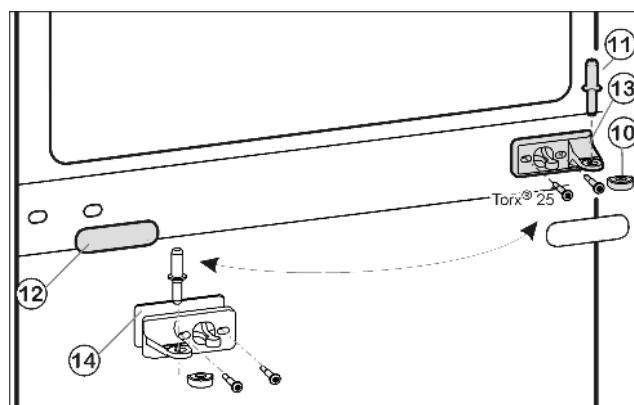
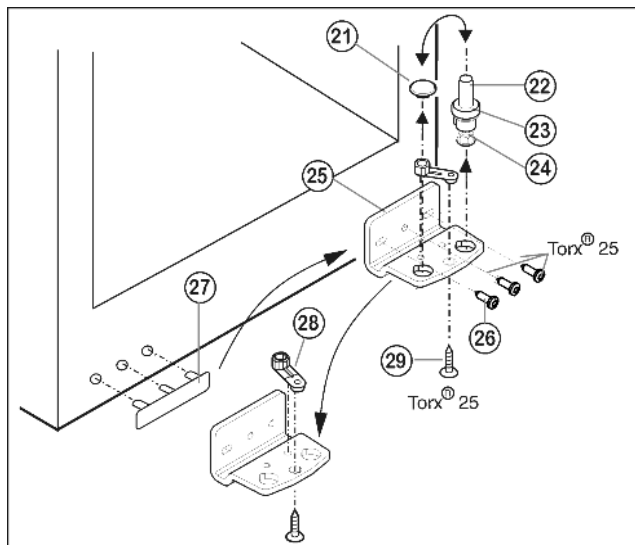

Fig. 5
Fig. 6
- ▶ Вытащите из опорного кронштейна и нижней дверцы средний опорный винт Fig. 5 (11).
- ▶ Снимите пластмассовый колпачок Fig. 5 (10).
- ▶ Открутите средний опорный кронштейн Fig. 5 (13) (2 шт. Torx® 25).
- ▶ Осторожно снимите накладку Fig. 5 (12).
- ▶ Прикрутите средний опорный кронштейн Fig. 5 (13) с подкладкой Fig. 5 (14) с поворотом на 180° на новую сторону шарнира (с моментом 4 Нм).
- ▶ Защелкните накладку Fig. 5 (12), повернув на 180°, на стороне, где теперь будет ручка.
- Извлеките опорный винт Fig. 6 (22) в комплекте с шайбой Fig. 6 (23) и регулируемой опорой Fig. 6 (24), вытягивая его вверх.
- Снимите пробку Fig. 6 (21).
- Открутите Fig. 6 (26) опорный кронштейн Fig. 6 (25).
- Открутите Fig. 6 (29) опорную деталь Fig. 6 (28) и, переставив в отверстие на противоположной стороне опорного кронштейна, снова прикрутите.
- Осторожно снимите и переставьте на противоположную сторону крышку со стороны ручки Fig. 6 (27).
- Снова прикрутите опорный кронштейн Fig. 6 (25) на новой стороне шарнира (**с моментом 4 Нм**). При необходимости используйте аккумуляторный шуруповерт.
- Переставьте пробку Fig. 6 (21) в свободное отверстие.
- Вновь установите опорный винт Fig. 6 (22) в комплекте с шайбой и регулируемой опорой. При этом фиксатор должен быть направлен назад.
- Установите нижнюю дверцу сверху на нижний опорный винт Fig. 6 (22).
- Снова наденьте пластмассовый колпачок Fig. 5 (10) на средний опорный кронштейн Fig. 5 (13).
- Вставьте средний опорный винт Fig. 5 (11) на новой стороне шарнира через средний опорный кронштейн Fig. 5 (13) в нижнюю дверцу.
- Установите верхнюю дверцу на средний опорный винт Fig. 5 (11).
- При необходимости выровняйте дверцы через два продольных паза в нижнем опорном кронштейне Fig. 6 (25) и среднем опорном кронштейне Fig. 5 (13) параллельно корпусу устройства. Для этого выкрутите средний винт на нижнем опорном кронштейне Fig. 6 (25).